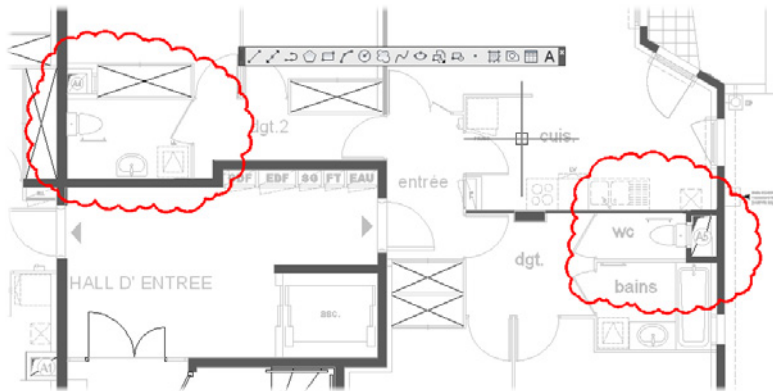

Figure 4.18
5. Les modifications apportées au bloc WC se répercutent automatiquement sur l'ensemble des blocs WC du dessin. La Figure 4.18 montre des blocs WC modifiés dans le cadre du plan d'un appartement. Les zones cerclées en rouge indiquent des salles de bains et des toilettes où le bloc WC a été édité directement depuis l'éditeur de bloc.